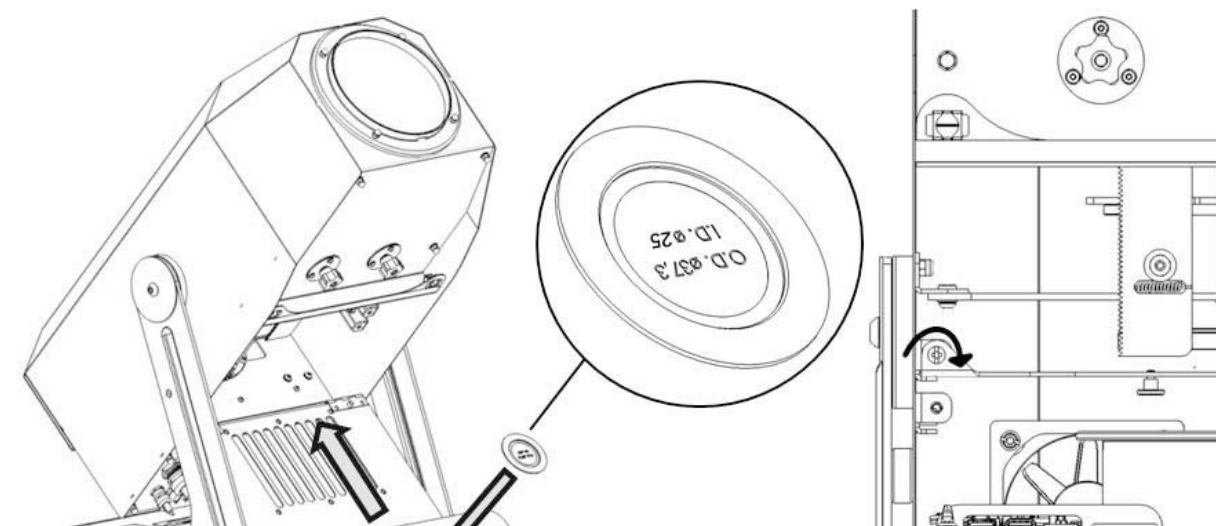

Fig. 17
2. Inserire il portagobo nel proiettore come in Fig.17.
3. Serrare le viti di fissaggio del portagobo (Fig.17).